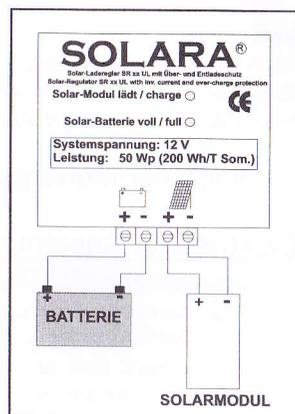

Abb. 2
Zuerst das Masseband von der Batterie abkleben und das Modul abdecken um unnötige Kurzschlüsse und Funkenbildung zu vermeiden. Das Kabel vom Solarmodul wird direkt zum Solarladeregler verlegt. Von dort verlegen Sie eine neue Leitung direkt zur Batterie. Diese wird dort an die Pole + und - angeklemt (siehe Abb. 2). Bei 24 Volt Systemspannung müssen je 2 Module in Reihe geschaltet werden. Zur Absicherung der Leitung sollten Sie eine Sicherung einbauen, die sich möglichst dicht bei der Batterie befindet. Die Stärke der Sicherung sollte das 2-fache des Modulstromes betragen.
Prima cosa staccare la connessione negativa dalla batteria e coprire il modulo per prevenire contatti. Il cavo del modulo deve essere connesso al regolatore. Da li' un nuovo cavo va alla batteria collegando il meno e il piu'uno dopo l'altro (fig.2). Per un sistema a 24 volt bisogna installare 2 moduli in serie. Il cavo dal regolatore alla batteria deve essere protetto con un fusibile di una corrente doppia di quella prodotta dal modulo (in questo modo dovrebbe essere piu' resistente).
2. Se necessario allungare il cavo del modulo con un cavo di dimensione 2x2,5mmq. (fig.2)